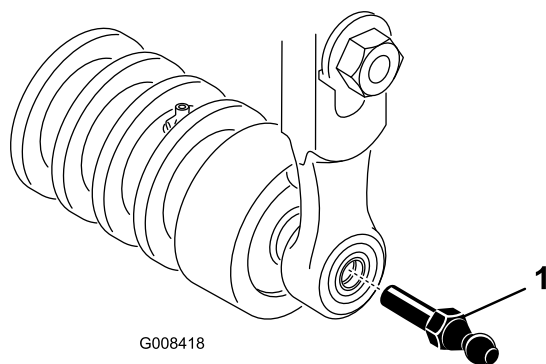

図 10
3. カッティングユニットの前ローラの左右両端にボールスタッドを取り付ける（図 10）。